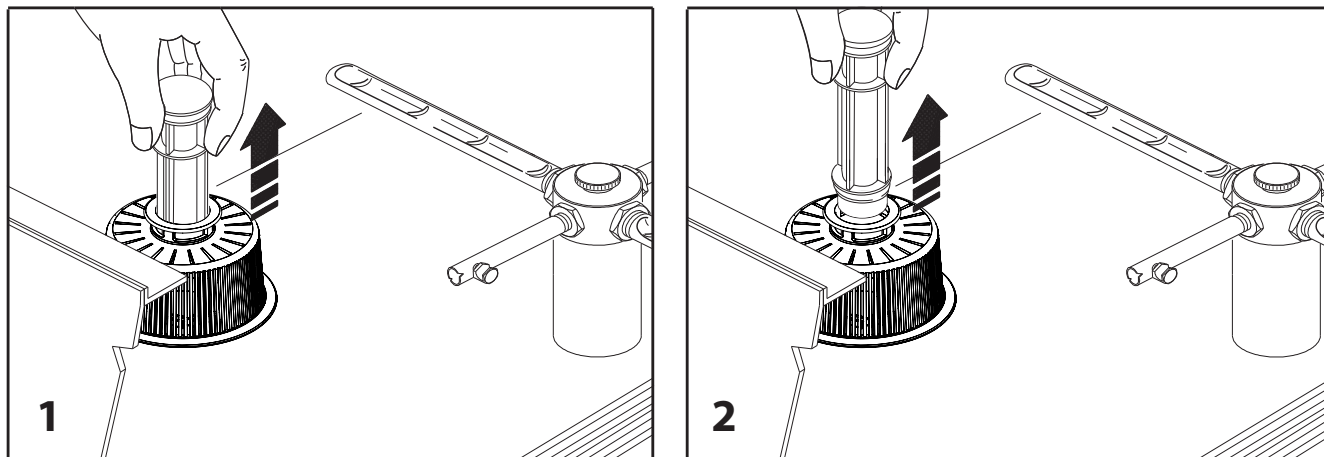

Abb. 16
2. Das Überlaufrohr abnehmen (Abb. 16)